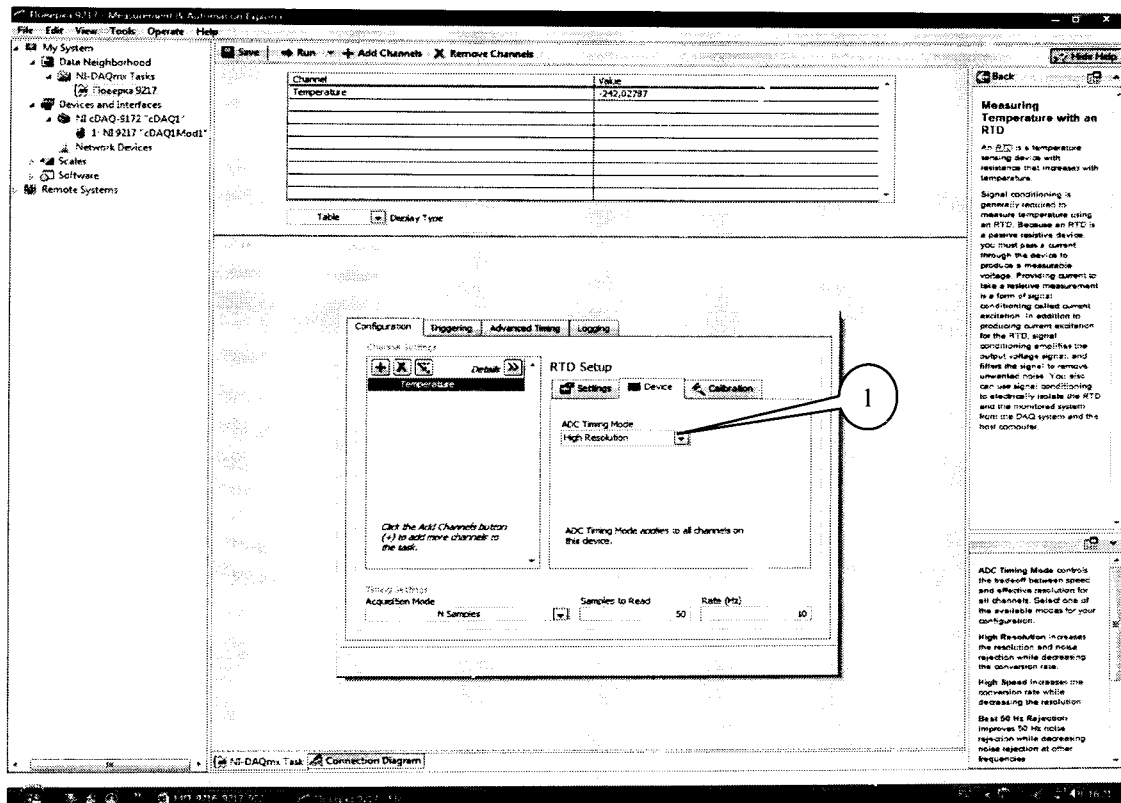

Рисунок 8.
7.3.8 Во вкладке «Device» (рисунок 8) в выпадающем меню выбрать режим высокого разрешения «High Resolution» (1). Выполнить операции по п.п. 7.3.4 - 7.3.7.